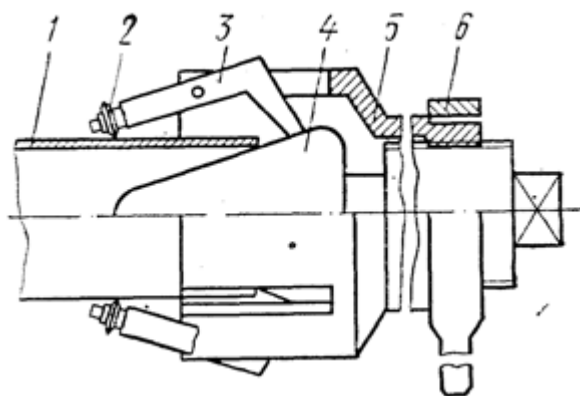

Рисунок 1 – Схема трубореза
Труборез (рис.1) состоит из корпуса (5) в виде фигурного стакана, конического сердечника (4), рукоятки (6) и кронштейнов (3) с насаженными на них дисковыми ножами (2). Конический сердечник ввинчивают в корпус, при этом упирающиеся в его поверхность плечи кронштейнов раздвигаются, а дисковые ножи, находящиеся на противоположных плечах, прижимаются к разрезаемой трубе (1). Вращая корпус с помощью рукоятки (6), в которой смонтирован механизм с трещоткой, поворачивают кронштейны с ножами, а следовательно, и разрезают трубу. Вертикальная подача ножей на глубину резания производится дальнейшим ввинчиванием конического сердечника. Положение ножей под наклоном к оси трубы обеспечивает получение фаски в месте реза.